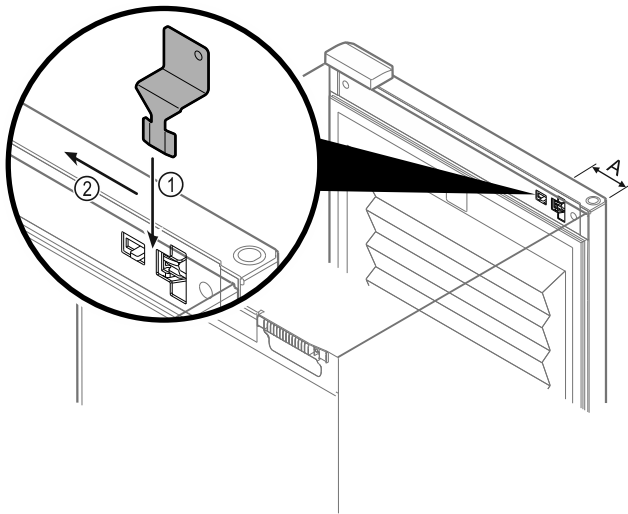

Fig. 204
- ▶ Розмістити ключ аварійного розблокування на заданому місці Fig. 204 (A) \approx 100 мм.
- ▶ Вставити ключ аварійного розблокування між дверми та корпусом пристрою зверху до упору Fig. 204 (1).
- ▶ Потягнути ключ аварійного розблокування у напрямку сторони шарніра Fig. 204 (2).